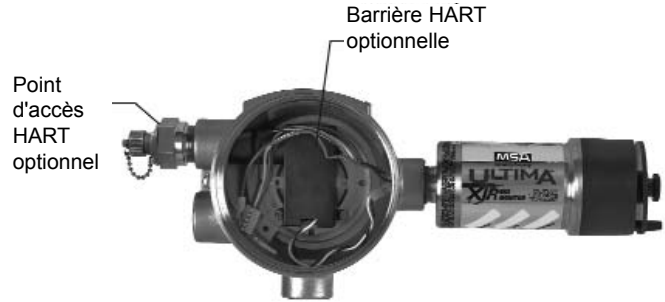

Figure 1
1. Retirez le couvercle et les pièces électroniques du boîtier (FIGURE 1).
2. Montez le boîtier à l'emplacement désiré et faites passer les câbles dans le boîtier en suivant les instructions du schéma d'installation ci-joint. Il faut monter le capteur XIR horizontalement comme illustré par la FIGURE 1.